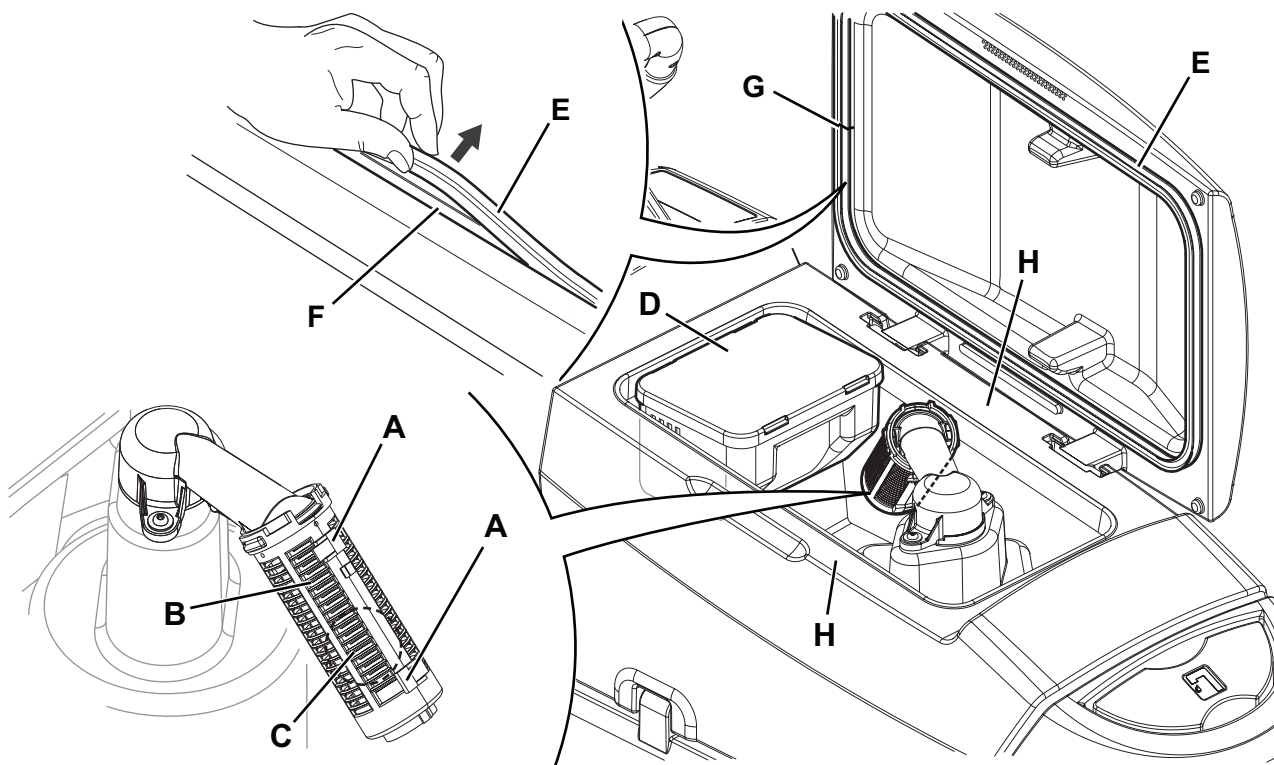

Рис. 6
2. Убедитесь, что машина отключена и сетевой шнур (4) отсоединен от сети электропитания.
3. Слейте воду из бачка с помощью шланга (11).
4. Поднимите крышку (31).
5. Промойте бак (30) и крышку чистой водой.
6. Очистите вакуумную сетку (28), разомкните фиксаторы (А, Рис. 6), откройте сетку (В) и извлеките поплавков (С), затем тщательно очистите и установите его на место.
7. Снимите бак для мусора (D) и откройте его крышку. Аккуратно очистите его и установите на вакуумный шланг.